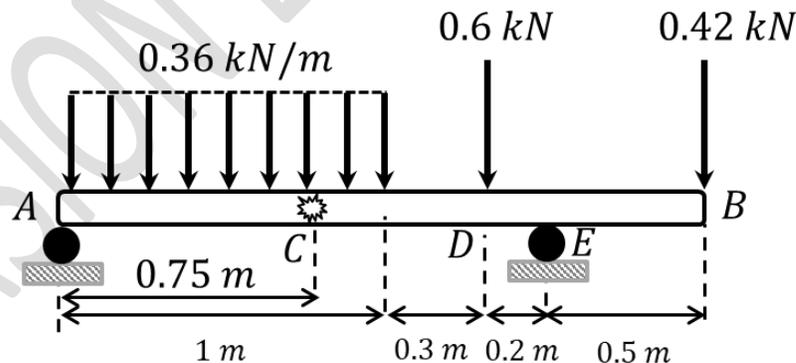

Fig. 8.13.
8.5.- Determinar la fuerza cortante y el torque flector en $x = 0.75 \text{ (m)}$ medidos desde A en la viga mostrada en la Fig. 8.13.